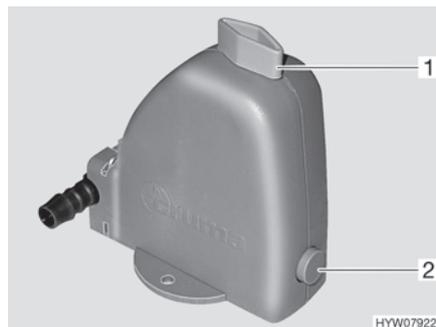

Fig. 60 Valve de sécurité et de vidange
Le chauffage est équipé d'une valve de sécurité et de vidange (Fig. 60). La valve de sécurité et de vidange évite que l'eau destinée à la préparation d'eau chaude ne gèle lorsqu'en cas de gèle, le chauffage n'est pas en marche.
- Fermer la valve de sécurité et de vidange. Tourner pour cela le bouton rotatif (Fig. 60,1) dans le sens transversal par rapport à la valve de sécurité et de vidange et enfoncez le bouton-poussoir (Fig. 60,2).
- Ouvrir la valve de sécurité et de vidange. Tourner le bouton rotatif (Fig. 60,1) dans le sens longitudinal par rapport à la valve de sécurité et de vidange. Le bouton-poussoir (Fig. 60,2) ressort. Le récipient d'eau sanitaire est vidé via la valve de sécurité et de vidange.